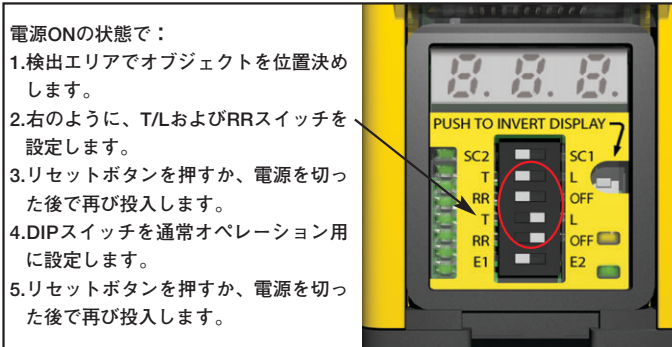

Fig.3-14 フィックスド・ブランキングをプログラミングするためのDIPスイッチ設定
- 通常オペレーションまたは電源OFF状態から、第2および第3のDIPスイッチ(第1のRRおよびTL)の両方を左に(TおよびR位置)に移動します。Fig. 3-14 をご参照ください。
3. 指定されたテストピースを検出エリアの3ヶ所に通します：投光器のそば、受光器のそば、および投受光器の中央 (Fig.3-14)。